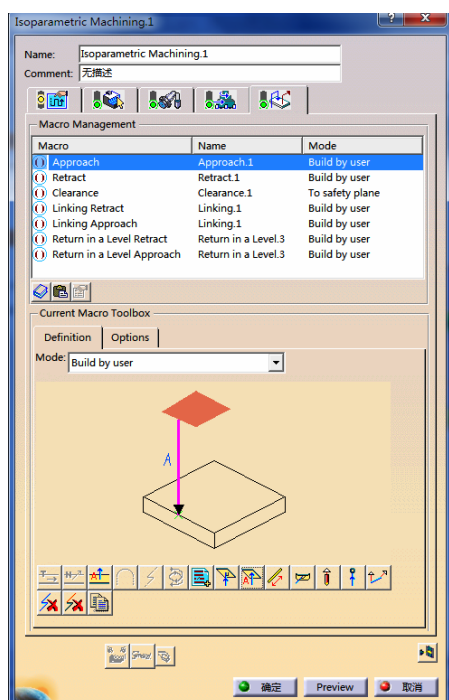

图 4-74 设置“Approach”参数 (3)
- 在“Macro Management”区域的列表框中选择“Approach”, 单击鼠标右键, 在弹出的快捷菜单中选择 Activate 命令, 在“mode”下拉列表中选择“Build by user”, 依次单击按钮和按钮, 设置“Approach”参数 (3) 如图 4-74 所示。